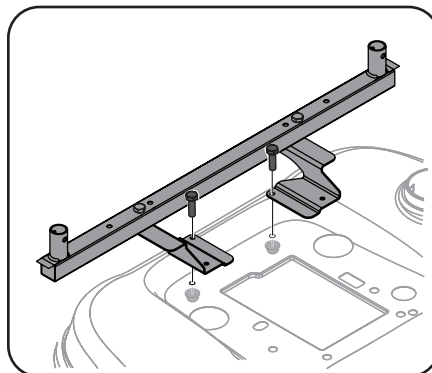

Figura 3-8
- Utilice dos Tornillos Hexagonales de Cabeza (710-0376) y dos Tuercas (712-04063) para instalar el conjunto de Soporte en la parte de atrás del tractor tal como se muestra en la Figura 3-8.